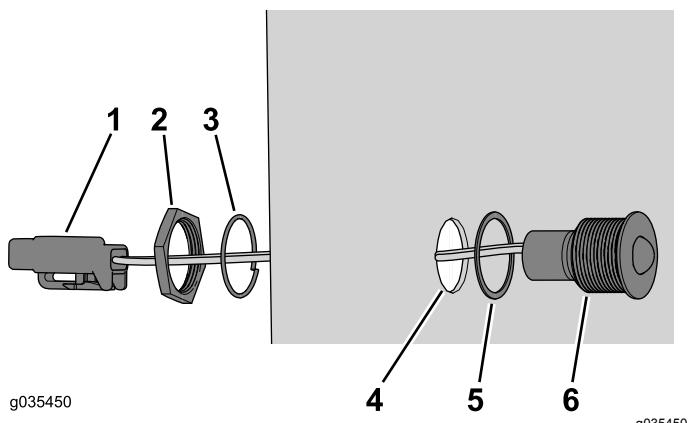

Bild 15
6. Stecken Sie den Anschluss durch das Befestigungsloch in der Abdeckungsplatte (Bild 15).
Hinweis: Stellen Sie sicher, dass die Dichtung zwischen der Abdeckung und der Anzeigelampe liegt (Bild 15).
7. Befestigen Sie die Anzeigelampe mit der Befestigungsmutter und Sicherungsscheibe im Befestigungsloch in der Abdeckungsplatte (Bild 15).